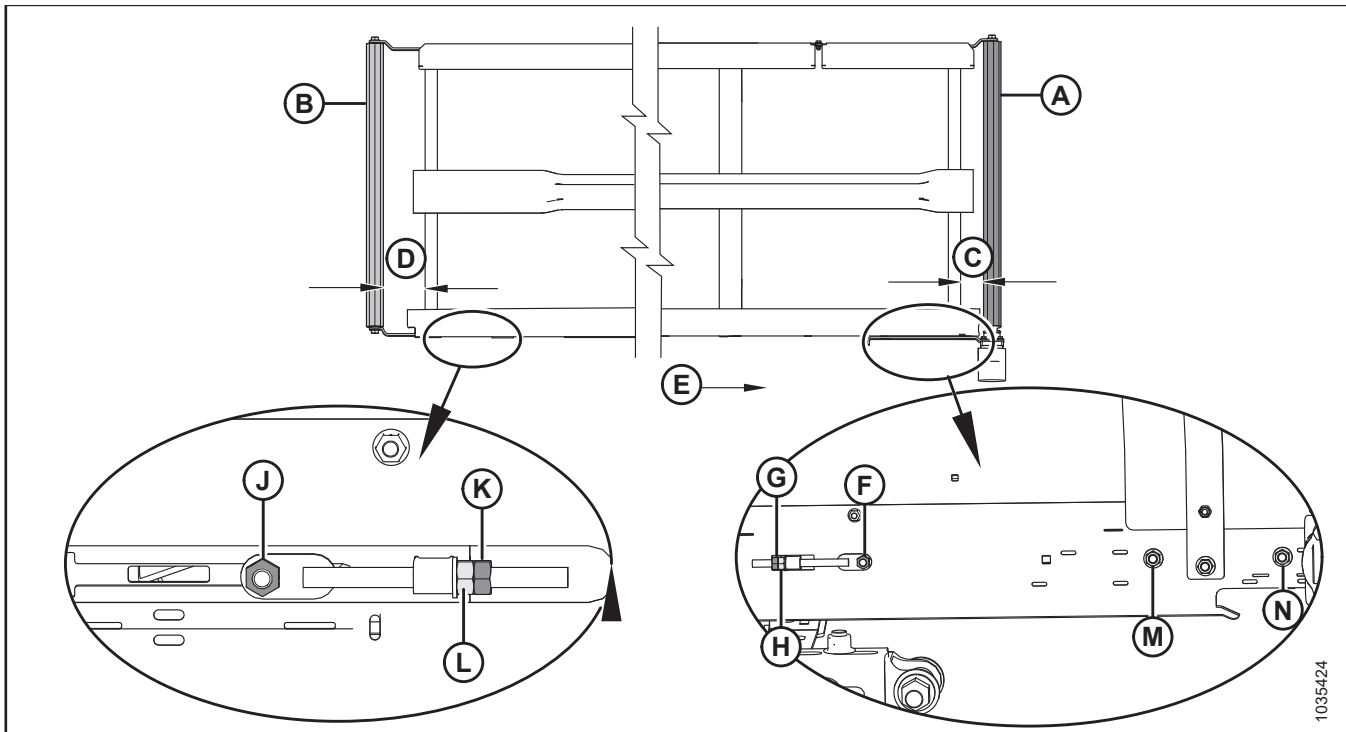

Figura 4.233: Reglaje de urmărire a transportorului cu bandă – Transportor cu bandă stânga
2. Reglați cilindrul de acționare (A) pentru a modifica **C** (consultați Tabelul 4.2, pagina 720 și Figura 4.233, pagina 720), după cum urmează:
- a. Slăbiți piulițele (F), (M) și (N) și contrapiulița (G).
- b. Rotiți piulița de reglare (H).
- c. Strângeți piulițele (F), (M) și (N) și contrapiulița (G).
3. Reglați rola întinzătoare (B) pentru a modifica **D** (consultați Tabelul 4.2, pagina 720 și Figura 4.233, pagina 720), după cum urmează:
- a. Slăbiți piulița (J) și contrapiulița (K).
- b. Rotiți piulița de reglare (L).